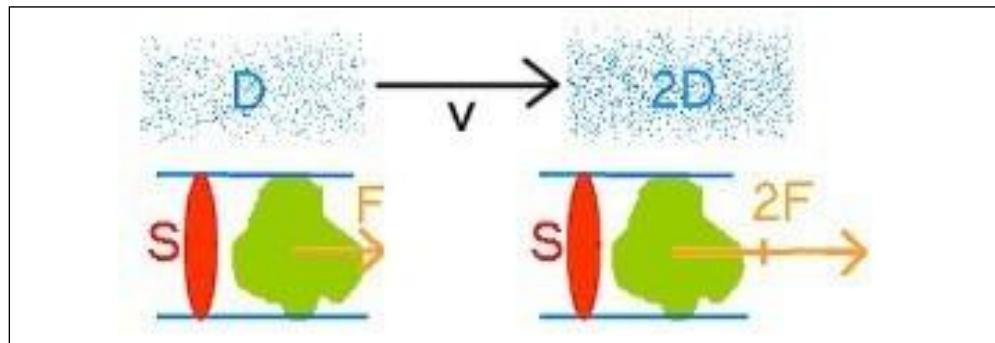

Figure A12 : Pour une surface et un vent V identiques, si par exemple la densité D de l'air double alors la traînée F de l'objet soumis à ce vent double aussi.
(3) La densité de l'air : Comme pour la surface exposée au vent, la relation entre la densité de l'air et la traînée est linéaire. Voir figure A12. **Question 24** Si la densité de l'air double, alors la traînée double. **Question 25** Si la densité de l'air est divisée par deux, la traînée est divisée par deux. Dans quelle circonstance pratique la densité de l'air varie ? La densité de l'air (et la pression atmosphérique) diminue avec l'augmentation de l'altitude. Autrement dit, l'air se raréfie avec l'altitude. Exemple : aux autres conditions identiques, si un objet s'éloigne de la surface terrestre (c.-à-d. l'objet prend de l'altitude), **question 26** la densité de l'air diminue donc sa traînée diminue.